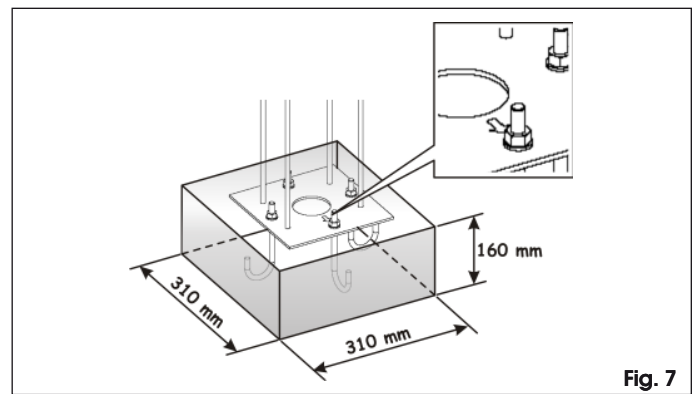

Fig. 7
2. Eseguire un plinto di fondazione come da Fig. 7.
3. Murare la piastra di fondazione, come in Fig. 7, prevedendo una o più guaine per il passaggio dei cavi.